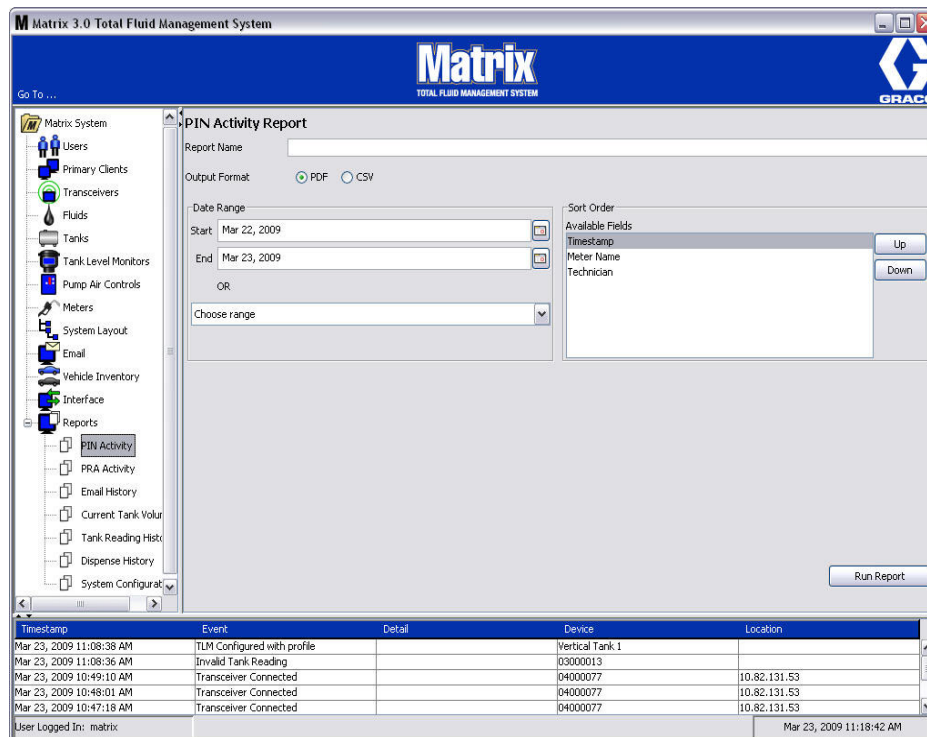

FIG. 167
- **Actividad de PIN (Fig. 167):**